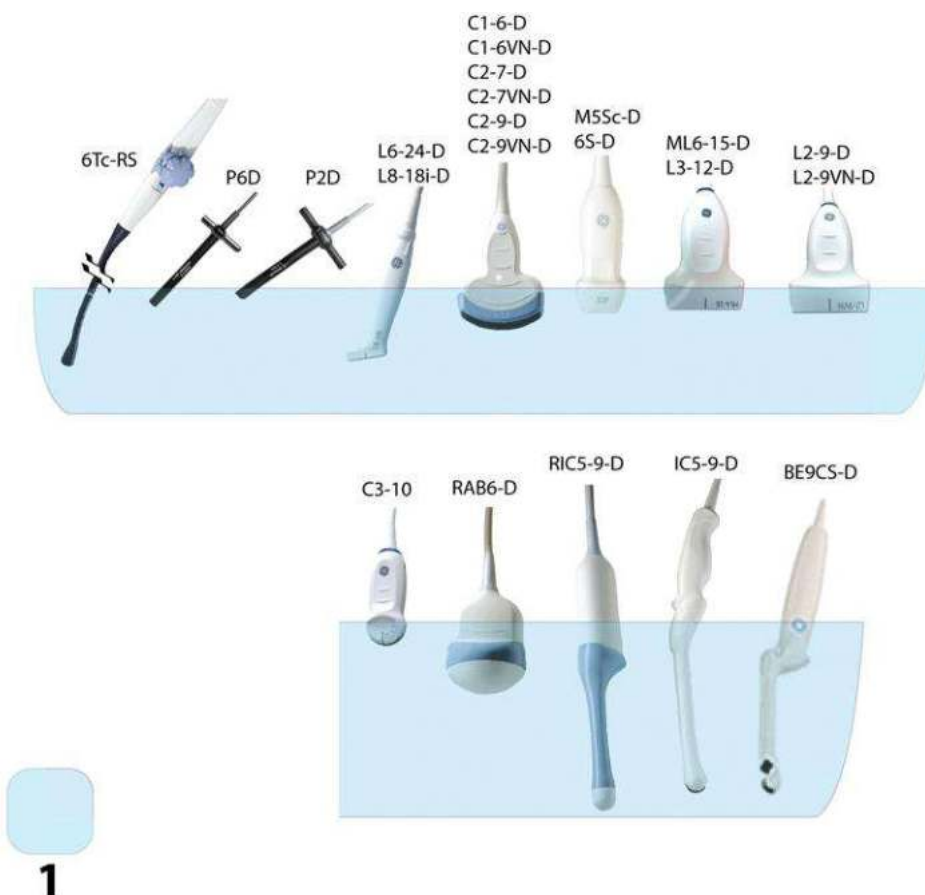

Figura 11-12. Nivelurile de scufundare ale sondelor, 1 = nivelul fluidului
1. Asigurați-vă că sonda a fost deconectată de la consolă. Înlocuiți mănușile și umpleți o chiuvetă sau un recipient cu apă potabilă caldă (30-40 °C) până la un nivel care permite imersarea sondei până la linia de imersare indicată în Figura 11-12 de la pagina 11-31.
Nu scufundați sonda dincolo de linia de imersare prezentată în Figura 11-12 de la pagina 11-31.
1. Asigurați-vă că sonda a fost deconectată de la consolă. Înlocuiți mănușile și umpleți o chiuvetă sau un recipient cu dezinfectant de nivel înalt, diluat în conformitate cu instrucțiunile furnizate de producătorul dezinfectanților, până la un nivel care permite imersarea sondei până la linia de imersare prezentată în Figura 11-12 de la pagina 11-31.